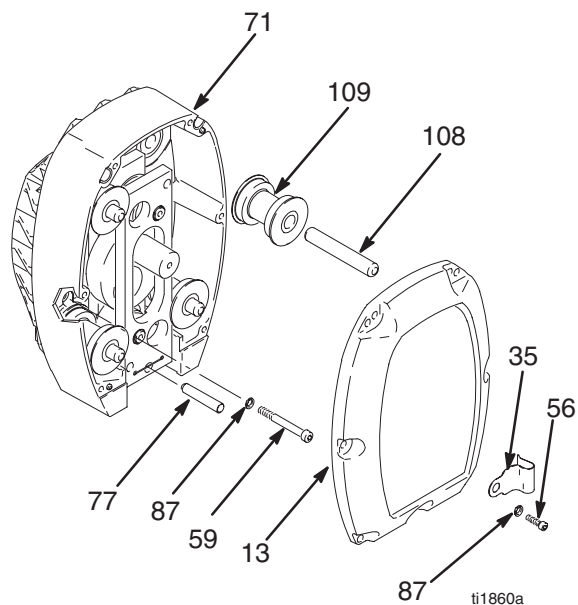

Fig. 1
2. Fig. 1. Enlever les six vis (56), les rondelles d'arrêt (87), le circlip (35) et le capot (13).
3. Fig. 1. Enlever les six vis (56), les rondelles d'arrêt (87) et le capot (13).